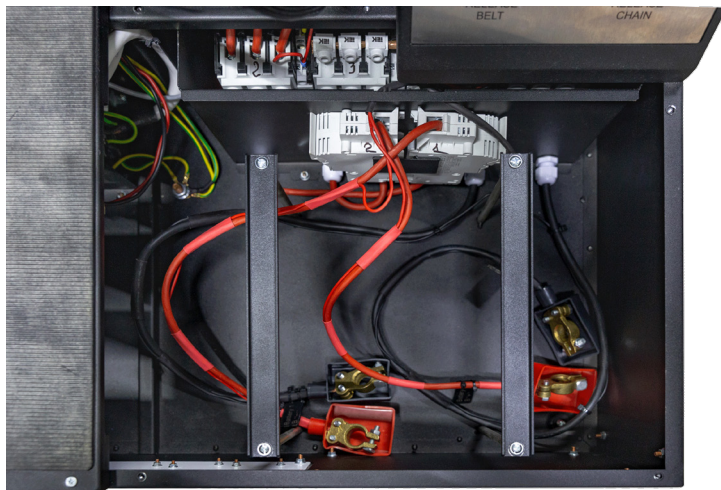

Рисунок 10. Место для размещения аккумуляторов в стенде
1. Подключить аккумуляторные батареи (АКБ) 12В, которые необходимо расположить в аккумуляторном отсеке стенда (рис. 10). При подключении АКБ следует соблюдать маркировку на силовых кабелях. Если подключить только одну АКБ (АКБ1 или АКБ2), то доступен будет только 12 В режим диагностики, режим 24 В будет недоступен.